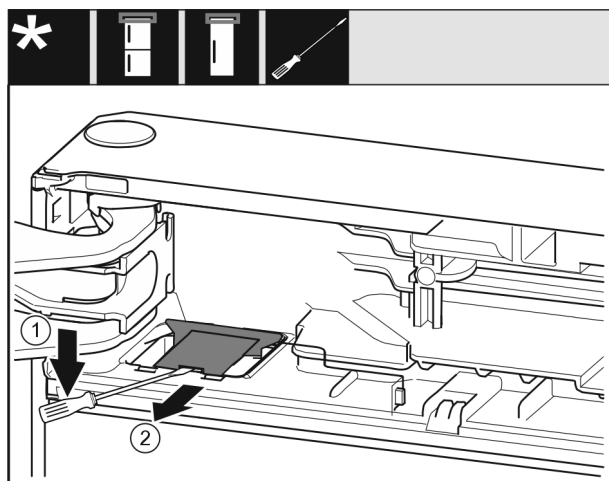

Fig. 9
- Bänd loss skyddet med en spårskruvmejsel och lyft upp det. Fig. 9 (1)
- Ta ut skyddet. Fig. 9 (2)